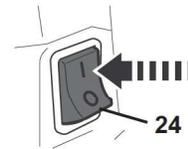

Fig. 24
- > Asegúrese de que la cadena de la sierra (3) no entre en contacto con nada antes de arrancar el motor.
- > Mueva el interruptor de arranque (24) a la posición "I" (Fig. 24)
- > Asegúrese de que el freno de seguridad de la cadena esté conectado, empujando la protección delantera (2) completamente hacia delante. (Consulte arriba, página 31). La cadena de la sierra no arranca si el freno de la cadena está en la posición de activado.
- > Tire completamente de la palanca del ahogue (25) y presiónela hacia adentro. El ahogue está ahora en posición ABIERTA, y el acelerador se mantiene en la posición de conmutación rápida.
- > Sujete el producto firmemente al suelo y coloque el pie en la protección trasera (10).
- > Tire lentamente de la cuerda de arranque (23) con la mano derecha hasta que sienta una resistencia definitiva y luego empuje fuerte y enérgicamente. Repita hasta que el motor arranque.